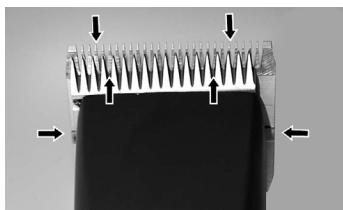

Fig. 22
Una goccia di olio sui pettini superiore ed inferiore è indispensabile per ottenere un buon risultato nella tosa e pure per conservare più a lungo e in ottimo stato la tosatrice (fig. 22).
- ▶ Lubrifichi sufficientemente i pettini durante la tosa (almeno ogni 15 minuti), di modo che non si secchino mai (fig. 22).
I rasoi devono essere lubrificati prima, durante e dopo ogni uso. Se i pettini rilasciano striature o rallentano la corsa, è necessario lubrificarli. Applichi qualche goccia di olio sopra e ai lati dei pettini (v. frecce fig. 22). Levi le gocce in eccedenza con un panno morbido e asciutto. Degli aerosol lubrificanti non contengono abbastanza olio per una buona unzione, ma sono utili al raffreddamento dei pettini. Cambi immediatamente i pettini difettati o scheggiati per evitare di ferirsi.